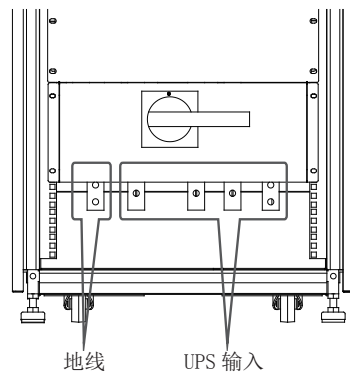

图 5-11
- 3) 拆下机柜正面的端子排盖板，将 UPS 输出配线按标识连接到对应的铜条上（铜条上的标识如图 5-11），接线之前必须先确认地线已接。